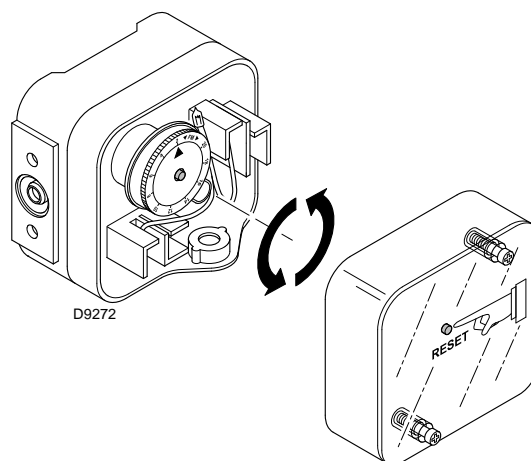

Fig. 31
- Regolare il pressostato gas di massima (Fig. 31 a pag. 29) a fine scala.
Eeguire la regolazione del pressostato gas di massima (Fig. 31) dopo aver effettuato tutte le altre regolazioni del bruciatore con il pressostato gas di massima regolato a fine scala.